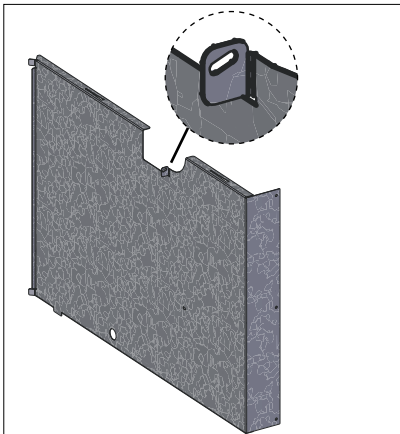

Fig. 100 Berührungsschutzblech unten
- ▶ Lasche für Befestigung des Kabelschachtes beim Berührungsschutzblech unter herausbiegen – Fig. 100.